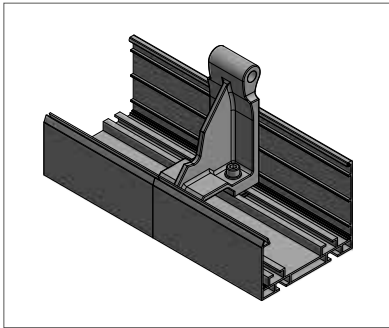

Abb. 12
- » Bei gestoßener Regenrinne (Breite > 7 m) und 3 oder 4 Führungsprofilhaltern sicherstellen, dass der Stoß exakt an der Position der Führungsprofilhalter sitzt. Die Halter sind zugleich die Verbindungen der Regenrinne (Abb. 12).